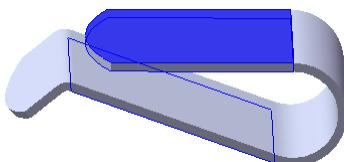
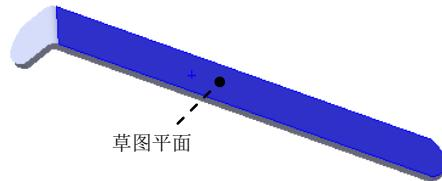

图 7.18 绘制的折弯 2
图 7.19 折弯线草图平面
Step4. 创建图 7.18 所示的钣金特征——绘制的折弯 2。
(1) 选择命令。选择下拉菜单 **插入(I)** → **钣金(B)** → **绘制的折弯(S)...** 命令 (或单击“钣金”工具栏上的“绘制的折弯”按钮 )。
(2) 定义特征的折弯线。
① 定义折弯线草图平面。选取图 7.19 所示的模型表面作为折弯线草图平面。